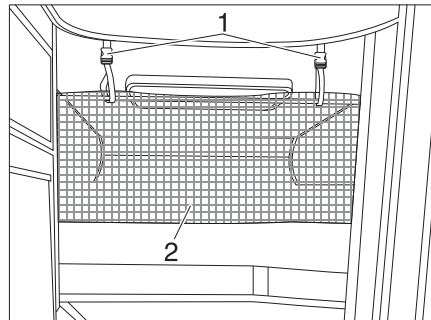

Bild 169 Sicherungsnetz
Das Sicherungsnetz (Bild 169,2) ist serienmäßig zwischen Matratze und Lattenrost verstaut. Das Sicherungsnetz erst aufspannen, wenn sich die Person bereits im Bett befindet.
- Die Haltebänder (Bild 169,1) in die Halterungen an der Decke einrasten.